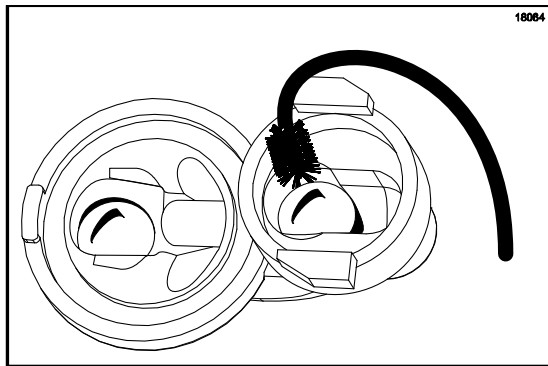

Рисунок 83
5. Вставьте черную экранированную щетку в верхнюю часть выпускного клапана. Очистите этот участок, особенно около стального шарика. (См. рис. 83)